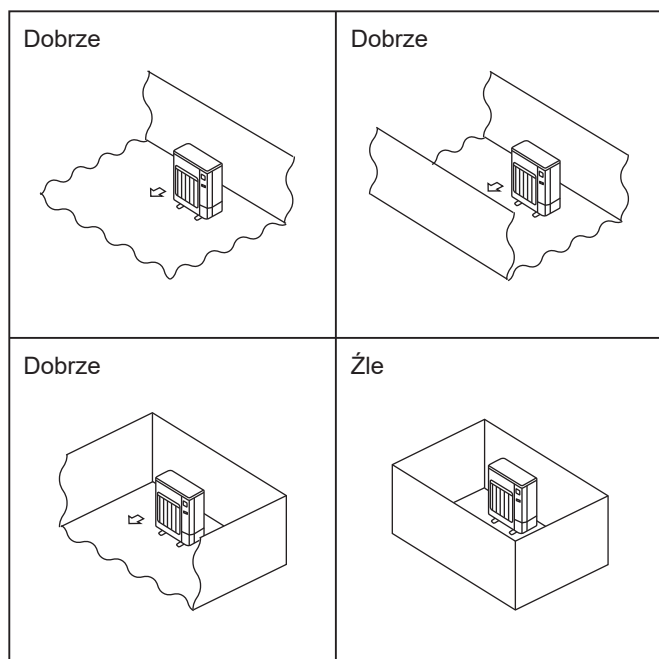

Fig. 2-2
- Ⓒ Jednostki zewnętrzne należy instalować w miejscach, które są otwarte z co najmniej jednej z czterech stron i oferują dostatecznie dużą powierzchnię bez zagłębień. (Fig. 2-2).